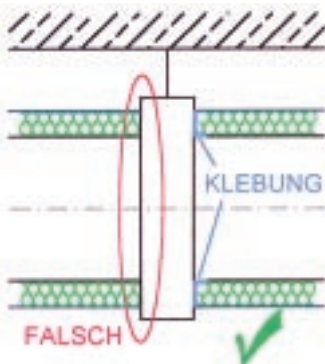
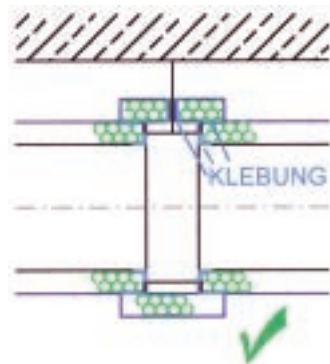

Bild 13
Bild 14
- Bei Kälteschellen muß das Dämmmaterial links/rechts angeklebt werden (Bild 13). Bei „normalen Schellen mit Gummieinlagen“ (ungenügend thermisch entkoppelt) muß eine Aufdopplung über die Schelle ausgeführt sein (Bild 14).
- ☞ Die Prüfung, ob die Nähte dicht verklebt sind, kann durch Tasten erfolgen (Bild 13).
- ☞ **Die Prüfung, ob die Nähte dicht verklebt sind, kann durch Tasten erfolgen (vgl. Bild 14).**